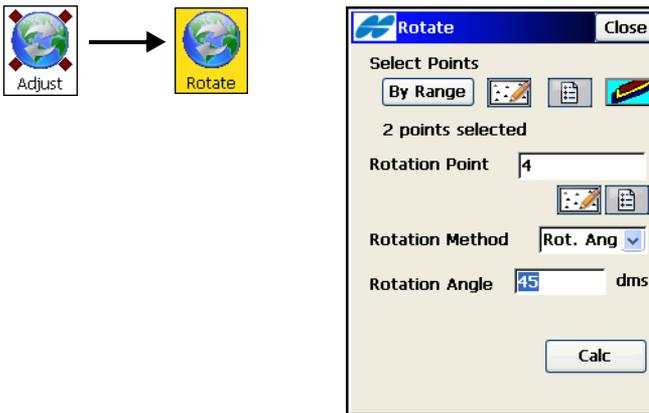

Abbildung 10-21. Drehen
- Markieren Sie die Punkte für die Funktion. Tippen Sie im Feld *Punkte wählen* auf **nach Bereich**. Geben Sie den Punktnamensbereich ein oder wählen Sie die Punkte für die Funktion auf der Karte oder in der Liste (Abbildung 10-21).